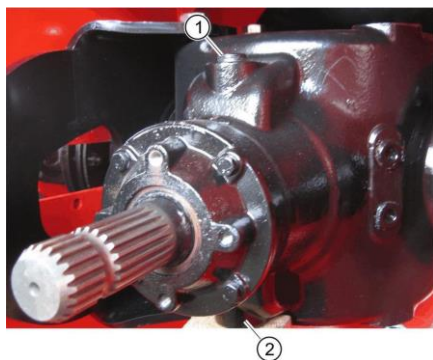

Рис. 74. Коническая передача
- Снимите резьбовую пробку заливного отверстия (1) (Рис. 74).